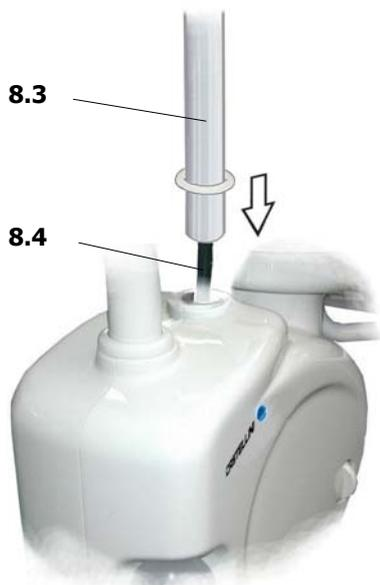

Fig. 1.7 – Montage du bras de la lampe opératoire
MONTAGE DU BRAS DE LA LAMPE OPERATOIRE (Fig. 1.7)
- monter le montant de soutien de la lampe (**8.3**) comme indiqué à la fig. 1.7: